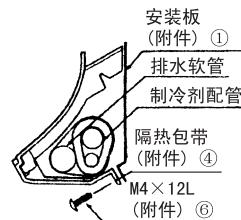

图11
- 用隔热包带④将排水软管和制冷剂配管包裹在一起。（请参看图 11）
- 用固定螺钉⑥将室内机固定在安装板①上。（请参看图 11）